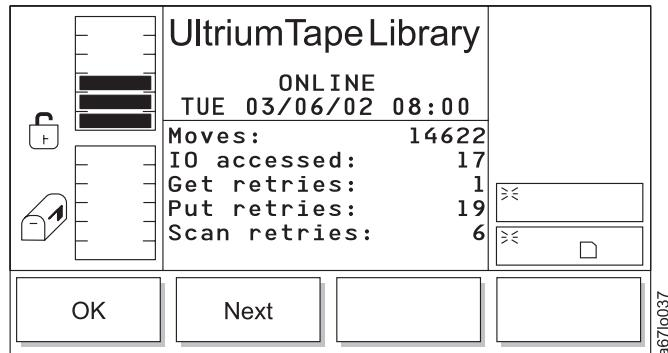

Abbildung 84. Statistikdialog
- Wird **Next** ausgewählt, erscheint der Statistikdialog (siehe Abb. 84 auf Seite 108).
Tabelle 33. Übersetzung von Abb. 84, Statistikdialog